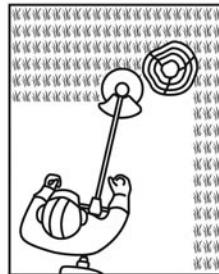

Fig. 29
- > Fiți deosebit de atenționând lucrați în apropierea unui gard viu și a copacilor: lama poate deteriora o scoarță moale de copac și stâlpii de la gard (Fig. 29).